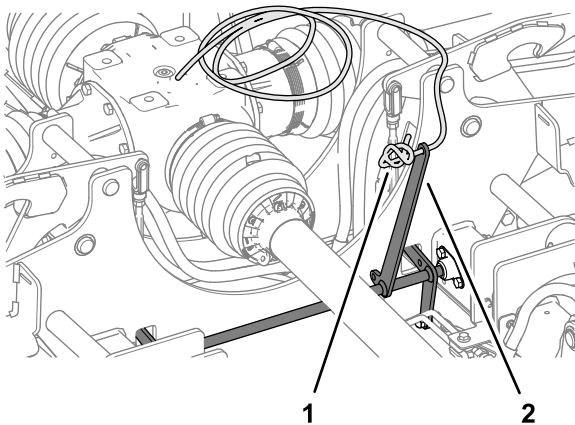

Figura 11
1. Pase el extremo de la cuerda de bloqueo de las carcasas a través del orificio de la palanca de bloqueo y amarre la cuerda firmemente (Figura 11).